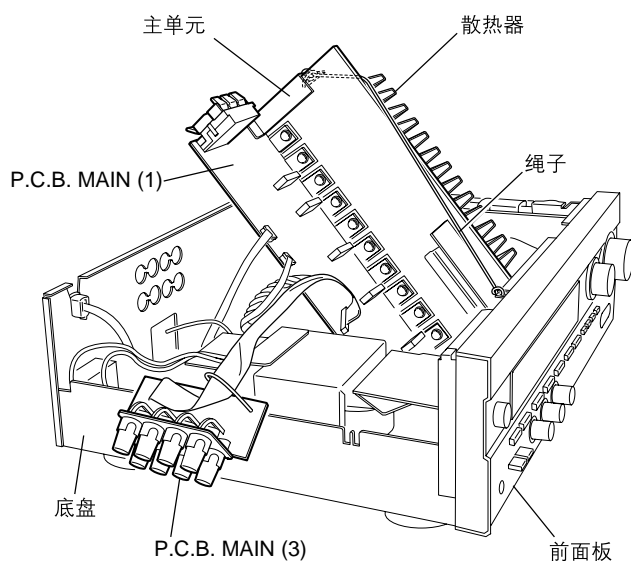

图4
- b. 将PC.B. MAIN(3)往左取出。(图4)
- f. 将主单元往前面板侧拉出, 并如图4所示将主单元竖立起来。
- j. 用绳子将前面板的螺纹孔和散热器的螺纹孔之间固定起来。(图4)